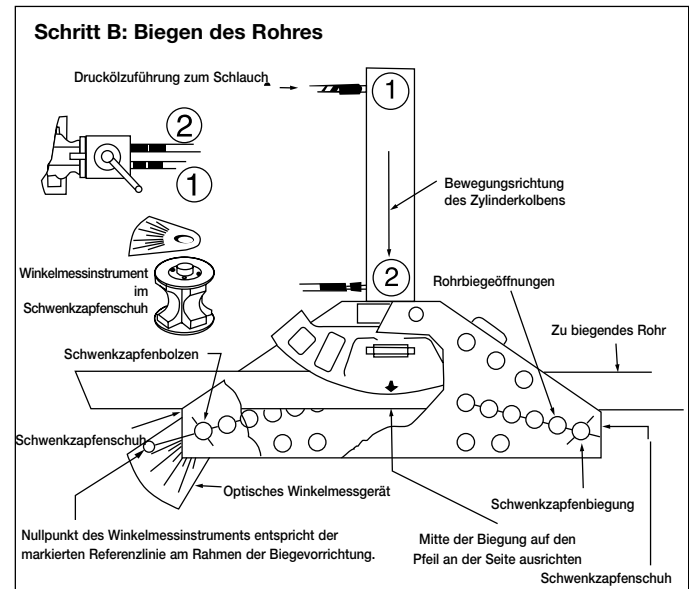

Abbildung 3, Biegen des Rohres
2. Das optische Winkelmessgerät wie in Abbildung 3 dargestellt an der Oberseite des Schwenkzapfenschuhs anbringen. Ein Fixierstift an dem Messinstrument passt in eine Bohrung des Schwenkzapfenschuhs.